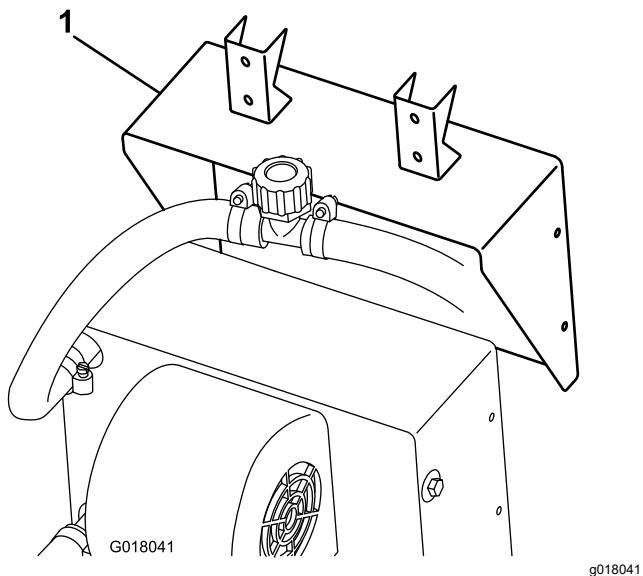

Figura 3
- Sujete el soporte al calentador usando los tornillos suministrados con el calentador (Figura 3).